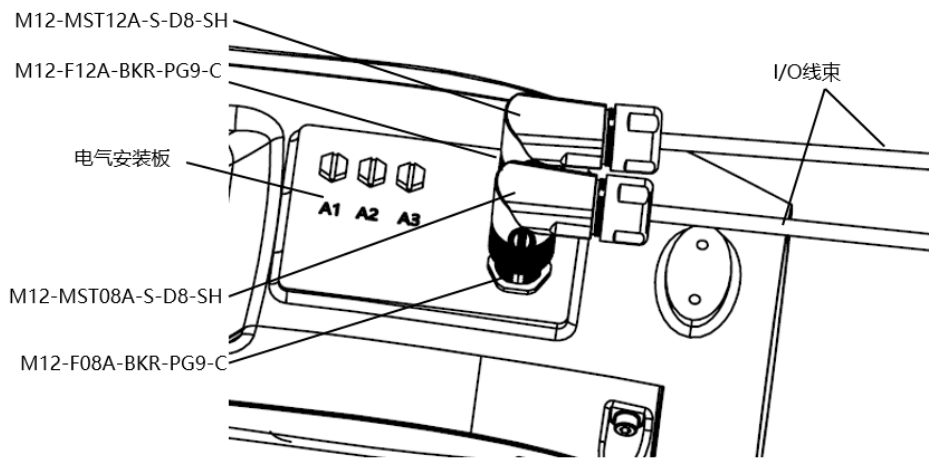

图 5-6 小臂上 I/O 线束连接示意图
步骤2. 将②小臂 I/O 线束一端带有 M12-MST12A-S-D8-SH 12pin 和 M12-MST08A-S-D8-SH 8pin 插针型电缆插头与用户接口安装板上的 M12-F12A-BKR-PG9-C 12pin 和 M12-F08A-BKR-PG9-C 8pin 电缆对接插座对插，另一端散线接在客户自己的末端执行器上（参考图 5-6）。